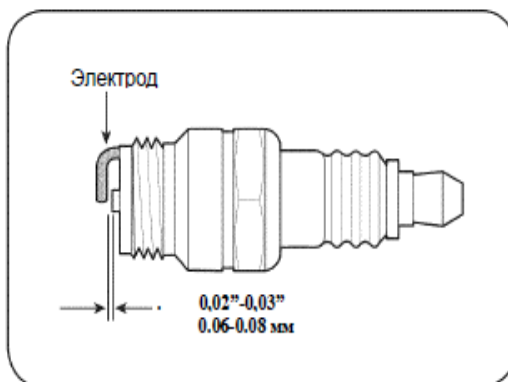

Рис. 17
3. Измерьте искровой зазор с помощью проволочного щупа. При необходимости исправьте зазор, отогнув боковой электрод (См. Рис. 17). Искровой зазор должен составлять 0,02–0,03 дюйма (0,60–0,80 мм).